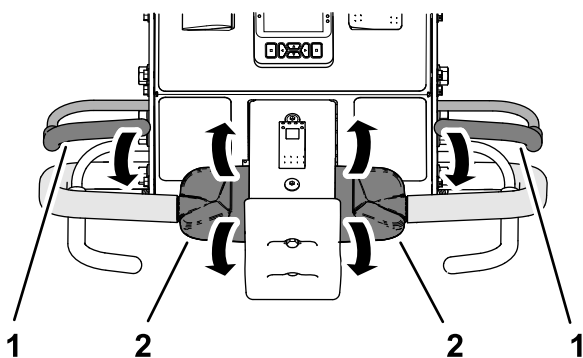

Figura 32
2. Premete una qualsiasi delle barre di presenza dell'operatore contro la maniglia e ruotate il comando di trazione (Figura 32) in avanti o all'indietro, quindi avviate il motore.